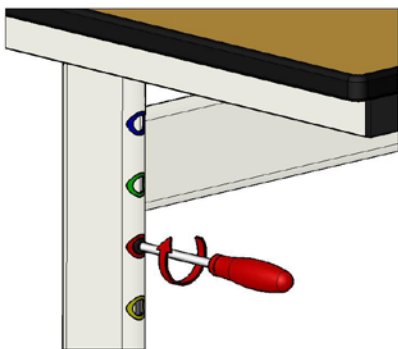

Abbildung 1
- Sicherungsschraube am ersten Tischbein eindrehen (Abb. 1).